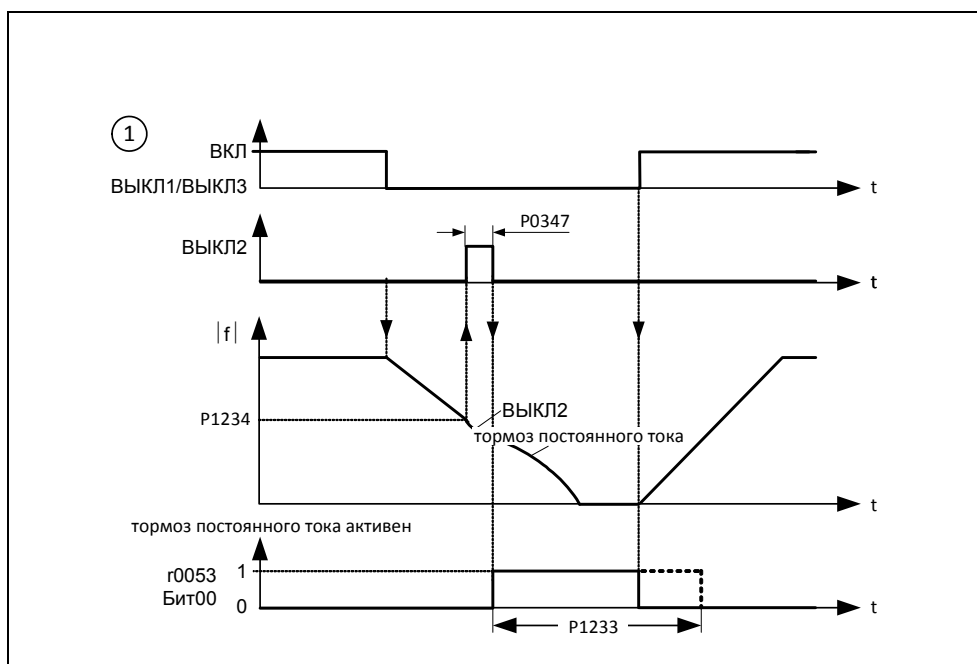

Рис. 3-63 DC-тормоз после ВЫКЛ1/ВЫКЛ3
2. Активация DC-тормоза с помощью команды ВЫКЛ1 или ВЫКЛ3 (см. рис. 3-63)